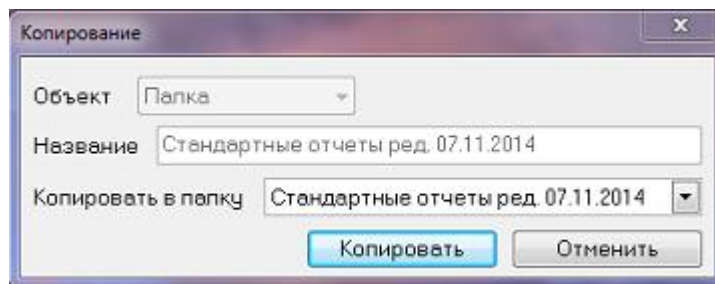

Рис. 1.2. Пример диалогового окна
- В окне размещаются управляющие кнопки, при нажатии на которые выполняются стандартные функции – сохранение информации, выход без сохранения, печать и т.д. Например, на рис.1.2 управляющими кнопками являются «Сохранить» и «Отменить»;